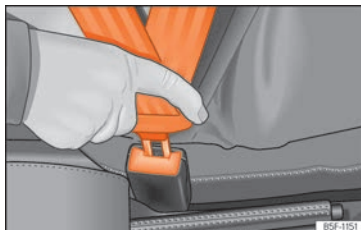

Abb. 9 Schloßzunge des Sicherheitsgurts in das Gurtschloß einstecken.
- Schloßzunge fest in das zum Sitzplatz gehörende Gurtschloß stecken »» Abb. 9.